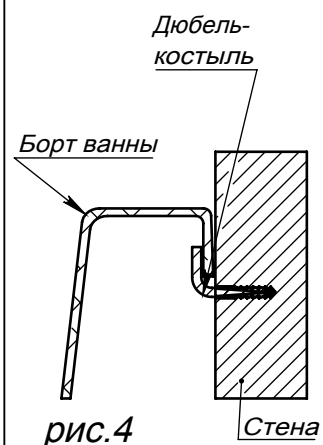

рис.4
5. Установку металлических держателей к стене произвести по месту (рис.4)